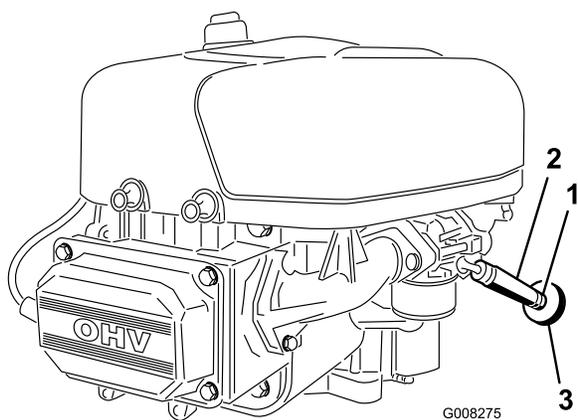

Figura 28
7. Afloje la abrazadera cerca del filtro de combustible y deslícela por el tubo, alejándola del filtro de combustible (Figura 28).
8. Retire el tubo de combustible del filtro (Figura 28).
11. Acerque la abrazadera al filtro de combustible para fijar el tubo de combustible (Figura 28).
El mejor momento para cambiar el filtro de combustible (Figura 28) es cuando el depósito de combustible está vacío. No instale nunca un filtro sucio después de desmontarlo del tubo de combustible.